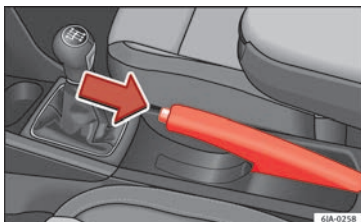

Fig. 175 Consola central: travão de mão.
- Puxe ligeiramente a alavanca e, **ao mesmo tempo**, pressione o botão de libertação » Fig. 175.